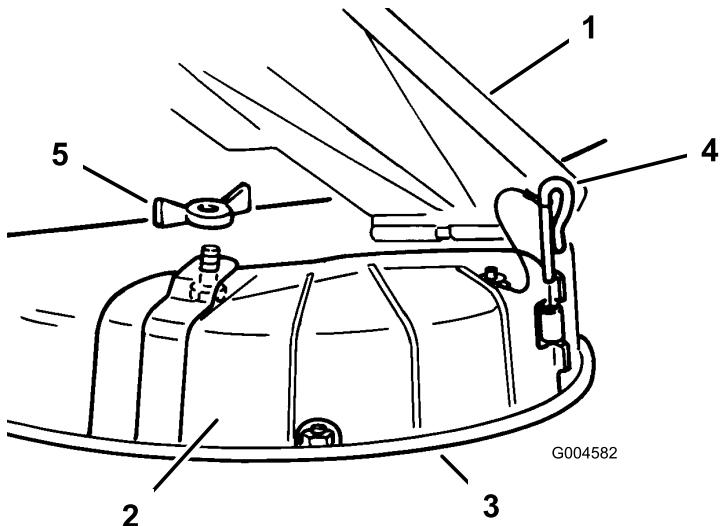

Figura 17
3. Alzate il deflettore dello sfalcio e montate il carter di scarico sopra l'apertura, sul bordo inferiore del tosaerba, ed inseritelo nella cerniera anteriore (Figura 17).
4. Inserite il perno d'incernieramento nella cerniera (Figura 17).
5. Fissate il coperchio dello scarico sul tosaerba con il dado ad alette (Figura 17).